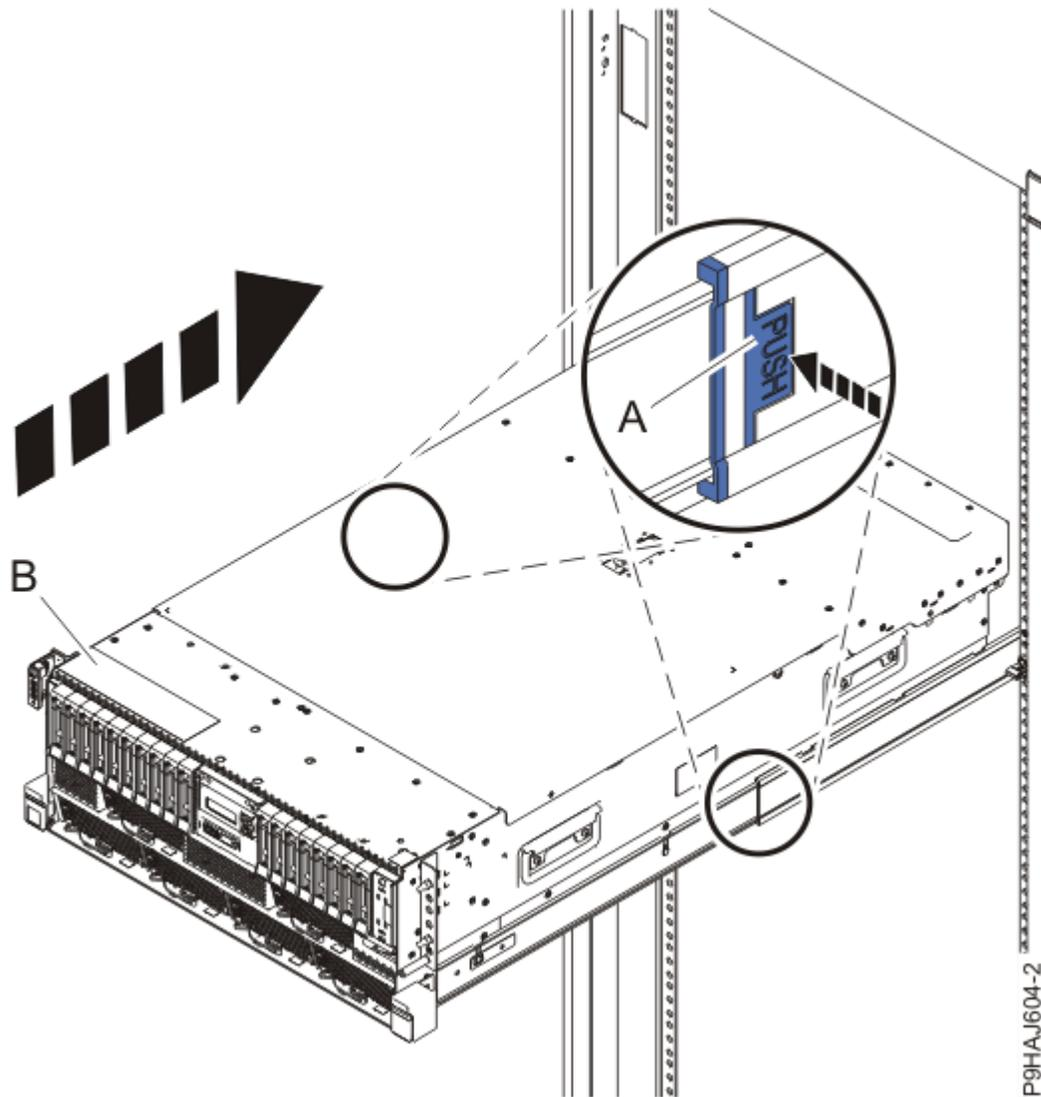

Abbildung 17. System in die Betriebsposition bringen
3. Entsperren Sie bei einem Einschubsystem die blauen Schienensicherungsverriegelungen (**A**), indem Sie sie nach innen drücken (siehe Abbildung 17 auf Seite 23).